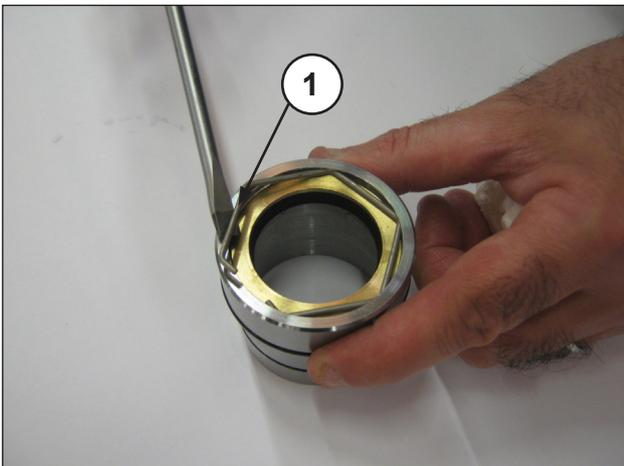
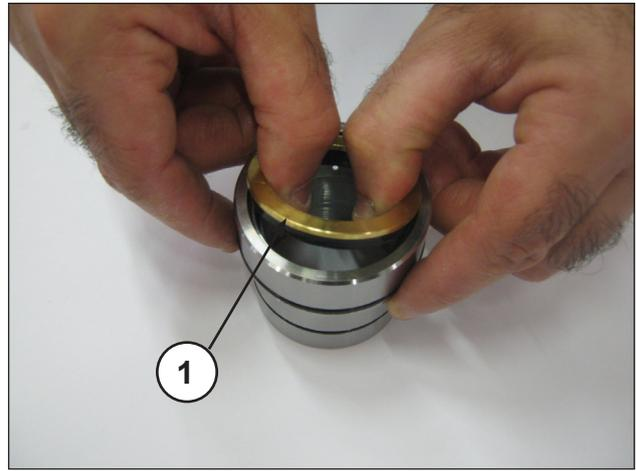

Abb. 33
Abb. 34
Zur Abnahme der ND-Dichtung müssen der Sicherungsring (Pos. ①, Abb. 33) und der Dichtring (Pos. ①, Abb. 34) entfernt werden.